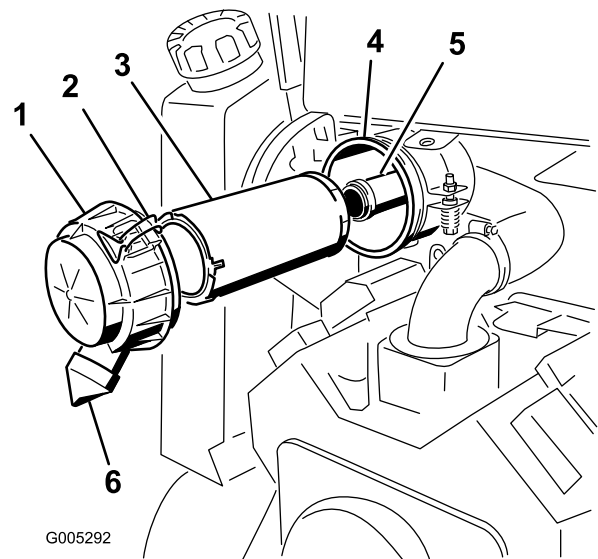

Figure 20
2. Ouvrez les dispositifs de verrouillage du filtre à air et enlevez le couvercle du corps du filtre (Figure 20).
- Sortez l'élément principal du corps du filtre avec précaution et mettez-le au rebut (Figure 20). Évitez de cogner l'élément à l'intérieur du corps.
- Si vous remplacez l'élément de sécurité, sortez-le avec précaution du corps du filtre et mettez-le au rebut (Figure 20). Évitez de cogner l'élément à l'intérieur du corps.
- Si vous remplacez l'élément de sécurité, glissez-le avec précaution dans le corps du filtre à air (Figure 20). Assurez-vous qu'il est bien engagé en appuyant fermement sur le rebord extérieur.
- Introduisez l'élément principal dans le corps du filtre avec précaution (Figure 20). Assurez-vous qu'il est bien engagé en appuyant fermement sur le rebord extérieur.
- Montez le couvercle, l'entretoise et fixez-les avec l'écrou du couvercle (Figure 20). Serrez l'écrou à 11 Nm (95 lb-po).
- Montez le couvercle du filtre à air avec la sortie caoutchouc en bas, à la position 5:00 à 7:00 heures (vue de l'extrémité) (Figure 20) et fixez-le avec les attaches.